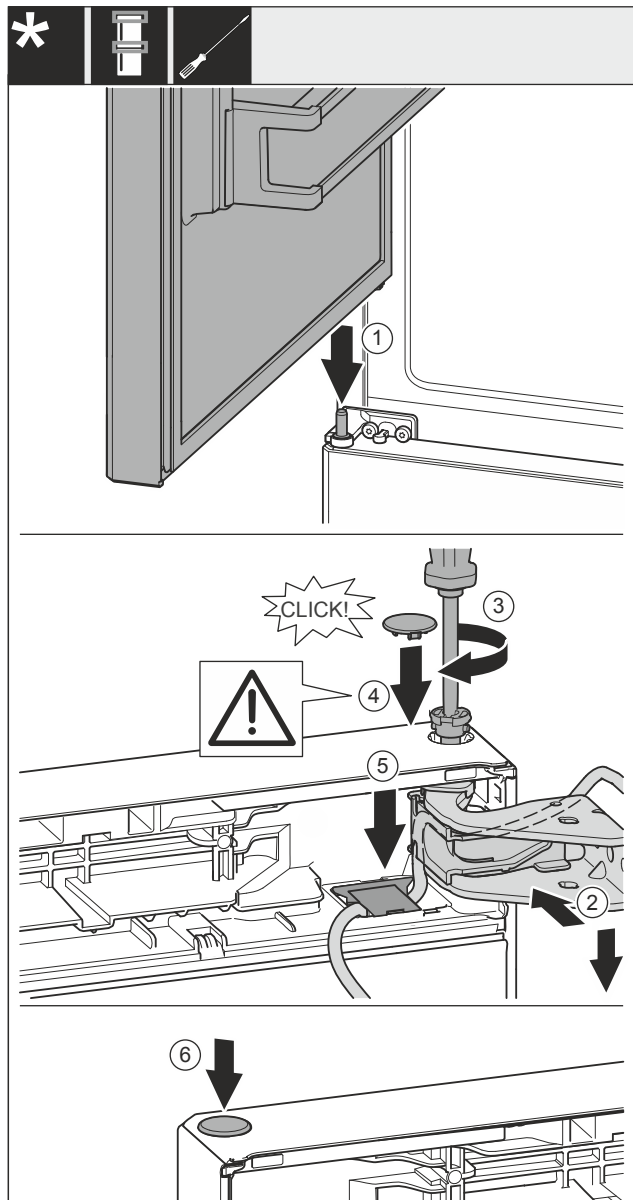

Fig. 36
- ▶ Obere Tür auf mittleren Lagerbolzen Fig. 36 (1) setzen.
- ▶ Tür oben zur Öffnung im Lagerbock Fig. 36 (2) ausrichten.
- ▶ Bolzen Fig. 36 (3) einsetzen und mit Schraubendreher festschrauben.
- ▶ Abdeckung Fig. 36 (4) einsetzen.
- ▶ Kontrollieren, dass die Abdeckung Fig. 36 (4) auf der Tür aufliegt.
- ▶ Abdeckung Fig. 36 (5) einsetzen und nach unten drücken bis sie einrastet.
- ▶ Abdeckung Fig. 36 (6) einsetzen.